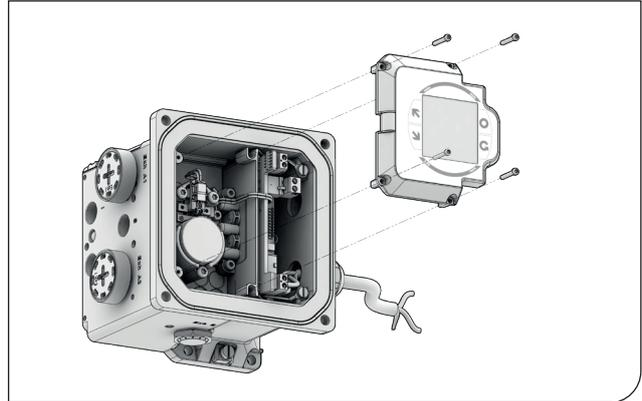

Fig. 93. NDX\_511\_ e NDX\_512\_
- Solte os parafusos da tampa do pré-estágio e remova-a (Fig. 93, aplica-se apenas ao NDX1510\_)